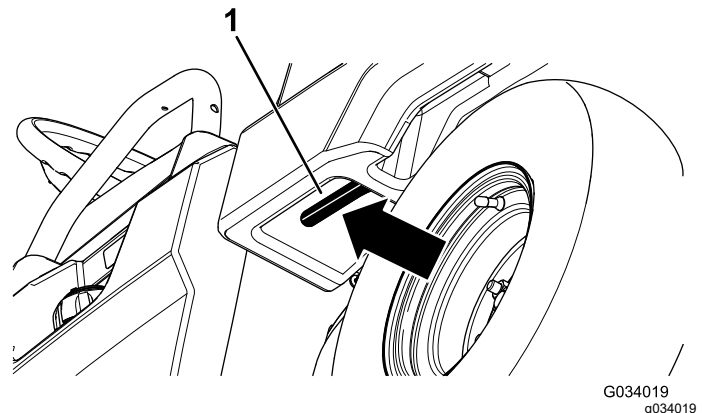

Figure 19
1. Tirez vers vous le levier du côté intérieur gauche du plateau de chargement et levez le plateau (Figure 19).
1. Levez légèrement le plateau en soulevant le levier de verrouillage (Figure 19).